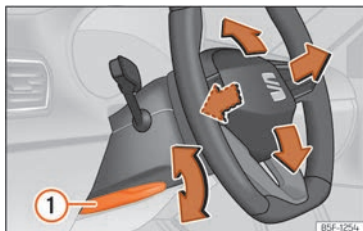

Abb. 71 Hebel auf der linken unteren Seite der Lenksäule.
• Hebel >>> **[Abb. 71] 1** nach unten schwenken, Lenkrad in die gewünschte Position bringen und Hebel wieder bis zum Schließpunkt nach oben drücken.
• Den Hebel >>> **[Abb. 71] 1** nach dem Einstellen immer fest nach oben schwenken, damit das Lenkrad während der Fahrt nicht unbeabsichtigt seine Position verändert.